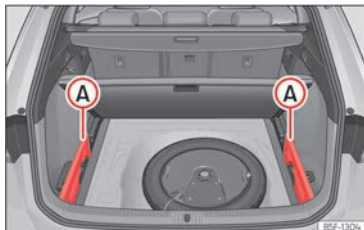

Abb. 194 Im Gepäckraum: Aufnahme zum Verstauen der aufrollbaren Abdeckung.
- Entfernen Sie die Abdeckungen links und rechts >>> **(Abb. 194)** **(A)**.